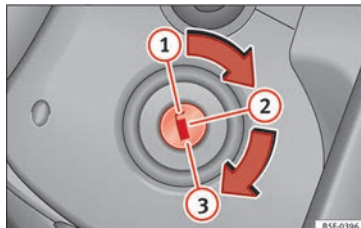

Fig. 165 Posiciones de la llave de contacto.
» fig. 165.
- Extraiga la llave de encendido en la posición ① » fig. 165 » ⚠.